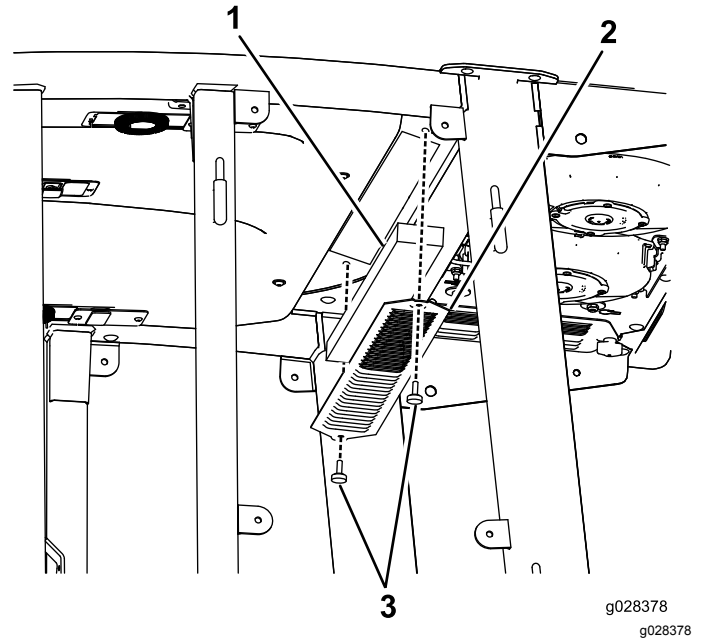
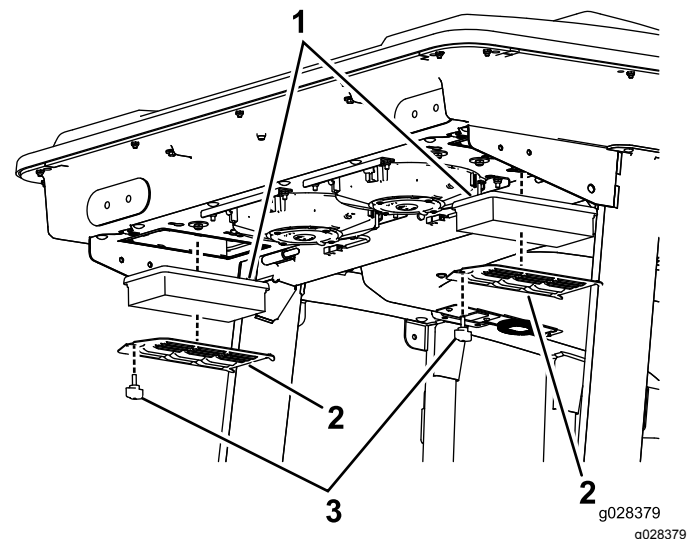

Figura 148
Figura 149
1. Retire los tornillos y las rejillas que cubren el filtro interior y el trasero de la cabina (**Figura 148** y **Figura 149**).